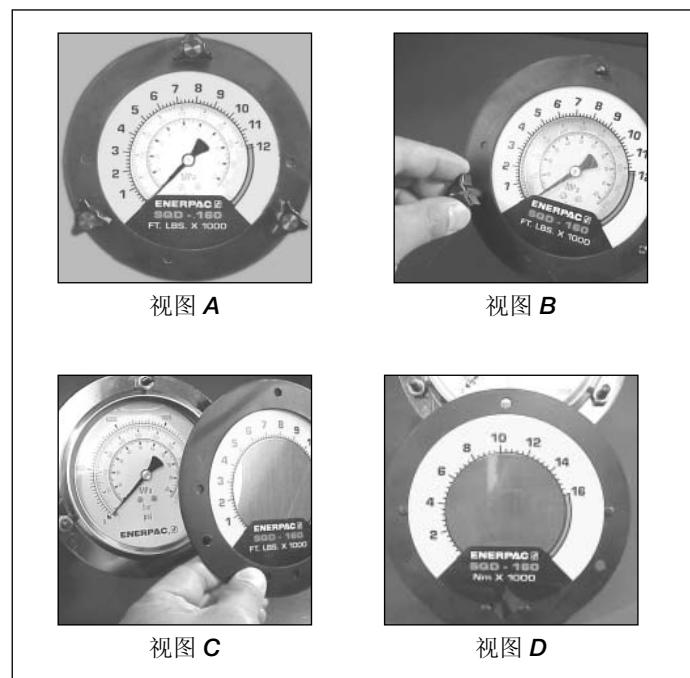

图 10 — 扭矩盖安装
泵上预装有压力计。为了方便操作，我们为每个泵提供了几个扭矩盖。将扭矩盖装到压力计刻度盘面上，就能轻松将压力读数换算为扭矩读数（见图 10 — 视图 A）。扭矩盖一侧为英制单位（Ft-Lbs），另一侧为公制单位（Nm）。要更改度量，滑动扭矩盖即可。
1. 卸下固定压力计前法兰的三个黑色翼形螺母（见图 10 — 视图 B）。
2. 卸下前法兰和扭矩盖（见图 10 — 视图 C）。
3. 将新扭矩盖（记住对照 Enerpac 扭矩扳手检查所用扭矩盖是否正确）插到法兰上，将扭矩盖对准法兰背面的凹陷（见图 10 — 视图 D）。
4. 将扭矩盖贴到法兰背面（见图 10 — 视图 C），然后将法兰插到调节螺母上，根据需要将扭矩盖重新定位，然后将螺母的翼拧紧（见图 10 — 视图 B）。法兰会将扭矩盖压到压力计上，将它固定到位。请参见扭矩扳手说明，了解产生预期扭矩需要的压力值。注：不同的扳手和附件所需最大压力不同。